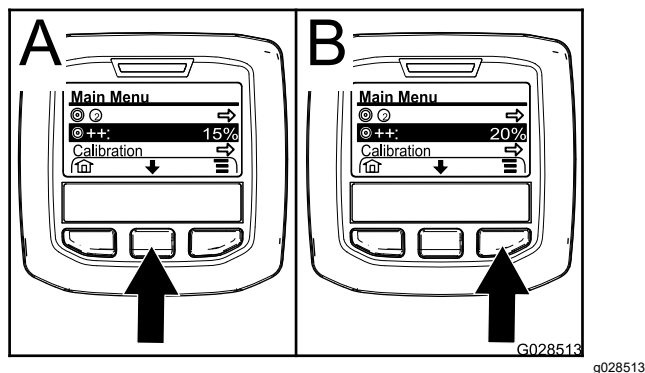

Figura 67
- Se necessário, carregue no botão de seleção central para realçar o aumento da taxa de aplicação (Figura 67).
Nota: O ícone do aumento da taxa de aplicação parece dois sinais (+) à direita de um alvo (Figura 67).
- Carregue no botão de seleção direito (Figura 67) para aumentar a percentagem de aumento em incrementos de 5% (máximo 20%).